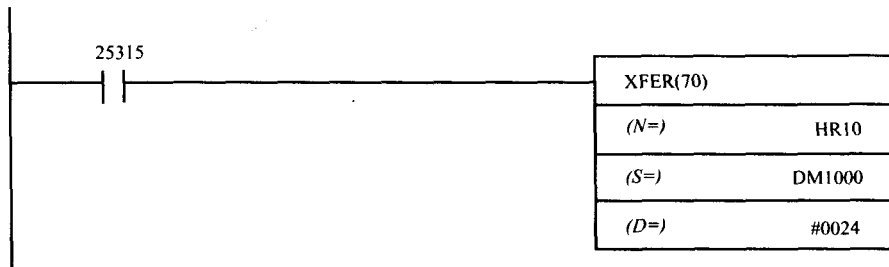

图 7-13 OMRON 复制数据值数组的 XFER(70) 指令
1) 块传送指令 XFER(70), 最多可以复制  $9999^{\ominus}$  个数据字 (第一个参数 N, 必须为 0000 至 9999 之间的 BCD 数), 从起始于起始源字地址的存储器区域 (S, 第二个参数) 至起始于起始目的字地址的存储器区域 (D, 最后一个参数)。除非使用差分形式, XFER(70) 指令在其控制逻辑为真时, 每次扫描循环都会执行一次。图 7-13 中展示了该指令的使用。本例中, 每次 PLC 进入运行模式时 (当第一次循环标志位 SR315 置位时), 24 个数据字从永久存储存储器地址 HR10 至 HR33 中复制到存储器区域 DM1000 至 DM1023 中。